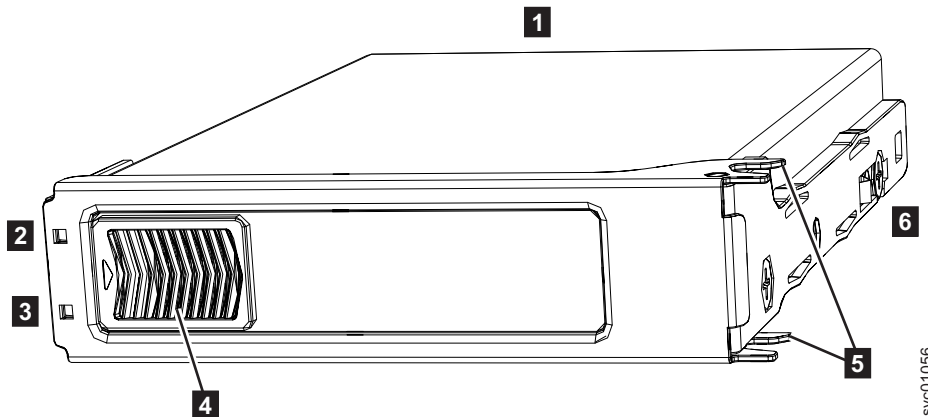

Abbildung 71. Laufwerkbaugruppe
Das 2145-92F-Erweiterungsgehäuse unterstützt 92 Laufwerke. Abb. 71 zeigt ein Beispiel für eine Laufwerkbaugruppe.
**Anmerkung:** Bei einem fehlerhaften Laufwerk leuchtet der bernsteinfarbene Fehleranzeiger (**3** in Abb. 71) auf. Tauschen Sie ein Laufwerk nur dann aus, wenn der Fehleranzeiger des Laufwerks eingeschaltet ist oder wenn in einer Korrekturprozedur dazu aufgefordert wird.